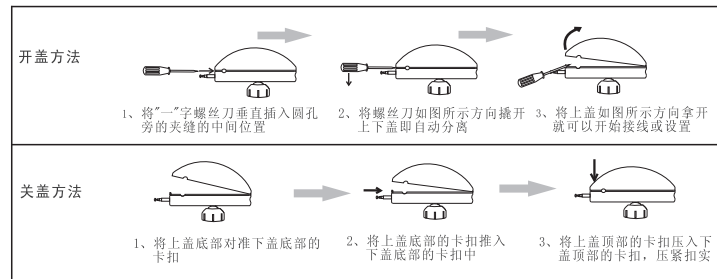

图1
三、开盖和关盖方法(如图1)
⑧
⑨
⑩
<p>五、安装工艺要求</p> <p>1、如图7,安装位置应避免正对门窗及其他突发光源(如车头灯)的直接照射。</p> <p>2、如图8,因红外探测器对空气对流和温度敏感,因此安装的位置应避免靠近冷热源和空气对流量大的地方:如通风口、空调、电暖器、门窗口。</p> <p>3、人体的移动方向相对于红外探测器应当形成横向移动时灵敏度最高,如图5。而不应当正对红外探测器,如图9。</p> <p>4、探测器对防护区域应可直视,不应有障碍物,以免形成探测盲区,如图10。</p> <p>5、安装应当根据实际防护要求选择最佳的安装方式与位置,如图11。</p> <p>六、实际安装与使用</p> <p>1、如图1,打开探测器,根据实际需要探测器进行设置。建议壁挂时采用双脉冲报警模式以减少误报,如需要提高灵敏度可采用单脉冲模式。</p> <p>2、拆除电池隔板,指示灯闪烁表示上电封锁开始。上电封锁期间,测试人员不可在探测区域内活动,直到封锁时间结束(指示灯停止闪烁),才可以进</p> <p style="text-align: right;">⑪</p>	<p>行测试。</p> <p>3、将探测器外壳装好,将报警主机布防,然后用手模拟人体在探测器镜片前方大概20厘米位置移动进行模拟报警,看是否符合您的要求。若不符合要求可将探测器断电重新进行设置,然后上电,直到测试通过。</p> <p>4、将报警主机撤防,打开探测器上盖后报警主机将立即报警,表示拆功能正常。</p> <p>5、将安装底座固定在欲安装位置并使用钉子或自攻螺丝锁紧(如图12);将探测器支架放入底座(如图13)根据“安装工艺要求”调整好角度(如图14),确认无误后将支架固定部件旋紧(如图15)。</p> <p>6、模拟报警:把探测器电源连接好,将主机布防,上电封锁完成后即可进行测试。</p> <p>(1)当设置为双向报警模式(如图4),则人体穿越探测区域后,探测器指示灯长亮约2秒,主机立即报警。探测器报警结束后将主机撤防再布防,等待15</p> <p style="text-align: right;">⑫</p>